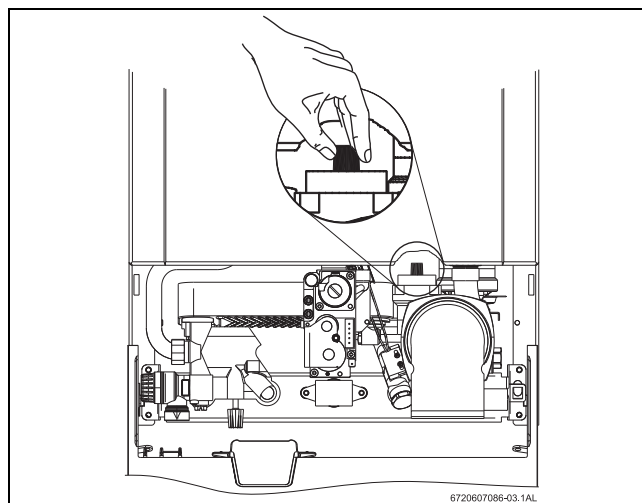

Fig. 14 Purgador automático
- ▶ Para evacuar o ar do aparelho utilizando o purgador automático que incorpora, abrir a tampa do purgador automático (Fig. 14).